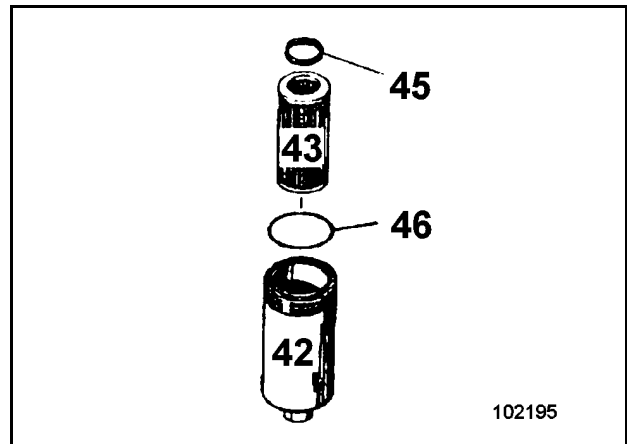

Fig. 3-67:
- Sortir l'élément filtrant (43) du corps (42).
- Nettoyer le corps du filtre et les surfaces d'étanchéité de la tête du filtre (47, Fig. 3-67:) avec de l'essence de lavage ou du pétrole et le remplacer s'il y a lieu.
- Insérer un élément filtrant neuf dans le corps (42) et le monter avec une bague d'étanchéité (46) neuve, légèrement huilée pour la tête du filtre.